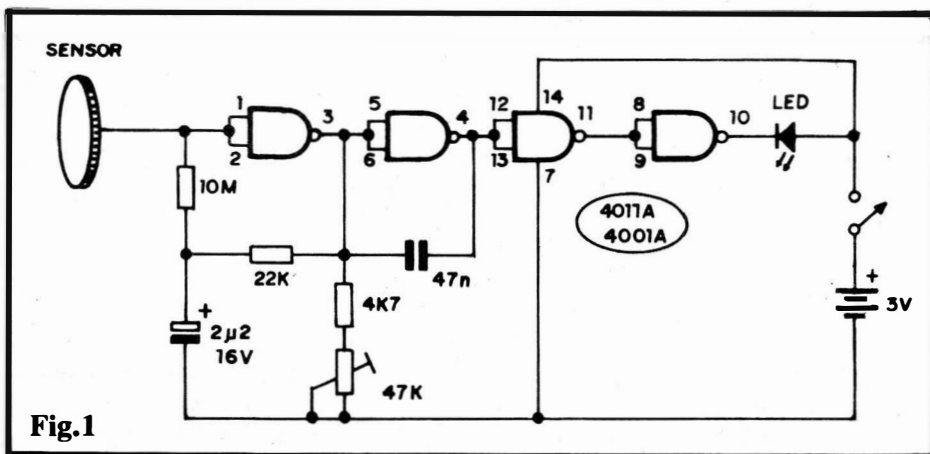

Fig.1
- FIG. 1 - O CIRCUITO - Os gates dos Integrados C.MOS digitais, notadamente os das séries mais "antigas" (sufixo "A" logo após o código numérico básico...) mostram, pela sua própria estrutura interna, baseada em transístores de efeito de campo a óxido metálico, entradas de elevadíssima impedância (centenas de Megohms, ou mais...) e - portanto - extremamente sensíveis mesmo a Tensões mínimas, como as geradas pela indução de campos eletro-magnéticos sobre superfícies metálicas neles "mergulhadas"... É justamente dessa característica dos C.MOS, que nos valem no circuito do STEPP: notem que o circuito poderá ser implementado tanto como um 4011 quanto como um 4001, desde que tenham uma letra "A" (ou "AE"...) após o código numérico do componente... Integrados com sufixo "B" logo após o "número" 4001 ou 4011 não desempenharão bem as